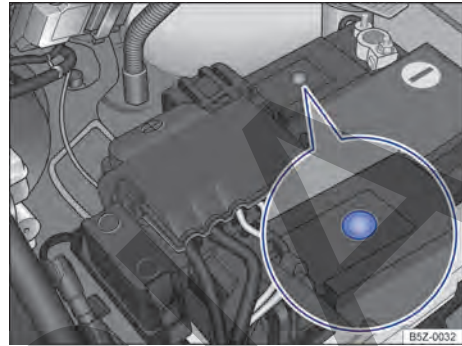

Fig. 136 En el compartimento del motor: ejemplo de posición del visor en el lado superior de la batería del vehículo.
- El visor redondo → fig. 136 en la parte superior de la batería del vehículo cambia de color dependiendo del nivel del electrolito.